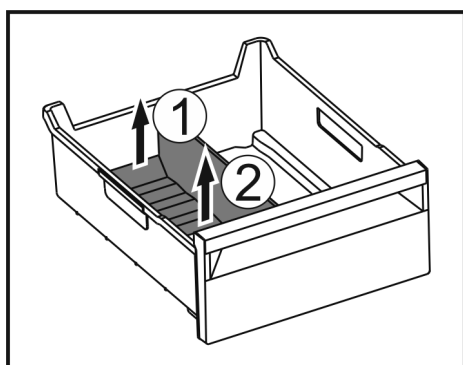

Fig. 221
- Ngrini lart pjesën e pasme të ndarësit të sirtarit të akullit. Fig. 221 (1)
- Hiqeni ndarësin e sirtarit të akullit nga lart. Fig. 221 (2)